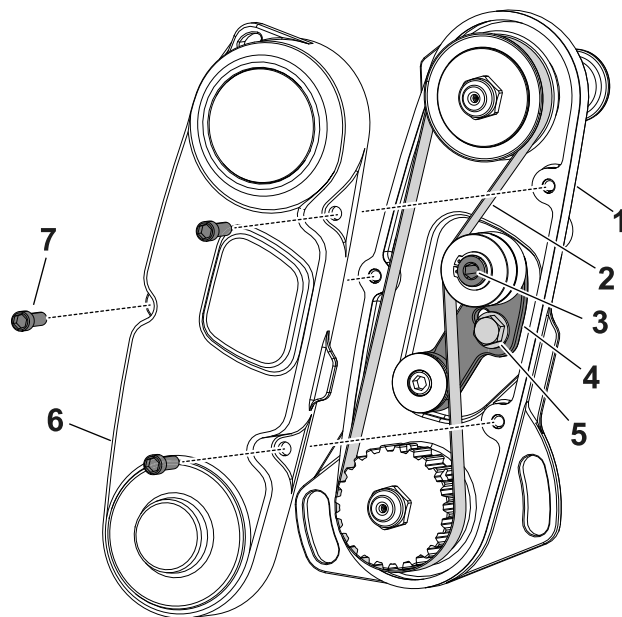

Figure 15
1. Déposez le protège-courroie pour exposer la courroie (Figure 15).
2. Desserrez le boulon du bras de la poulie de tension et faites pivoter le bras (Figure 15) pour détendre la courroie.
3. Déposez la courroie (Figure 15).
6. Reposez la courroie et tendez-la en exerçant un couple de 4 à 5 N·m dans l'alésage hexagonal du bras de la poulie de tension, comme montré à la Figure 15.